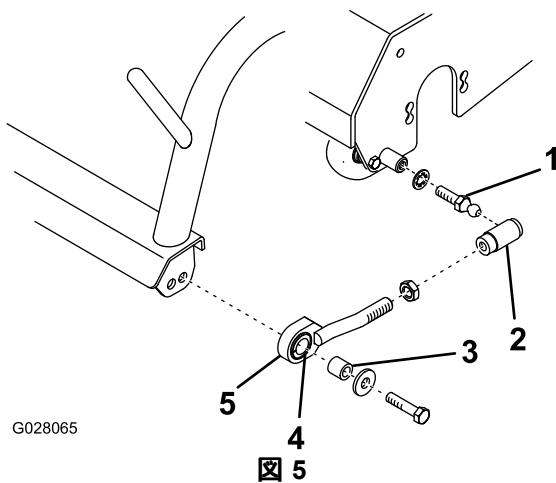
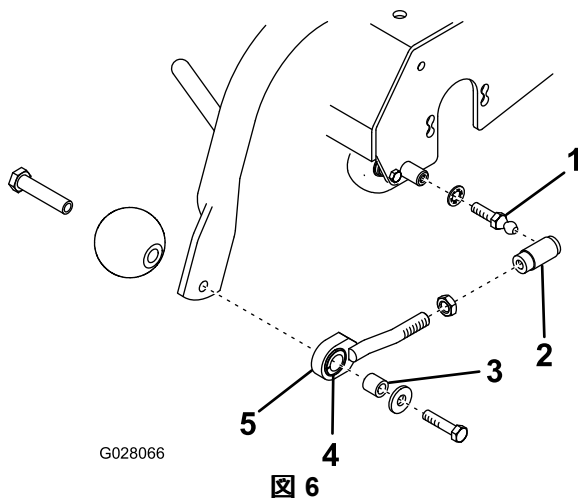

図 5
図 6
- B. 各プルリンク・アセンブリに、ジャムナットとボールジョイントを組み付ける; 図 5 または 図 6 を参照。
- C. 各キャリアフレームにプルリンクアセンブリを取り付けるスペーサ、ワッシャ、ねじを使用する 図 5 または 図 6。
- D. トリローラの左右端部にボールスタッドとロックワッシャを取り付ける 図 5 または 図 6。
- F. 各ボールジョイントのレシーバのスリーブを後ろにずらし、レシーバをボールスタッドに嵌め合わせる 図 5 または 図 6。